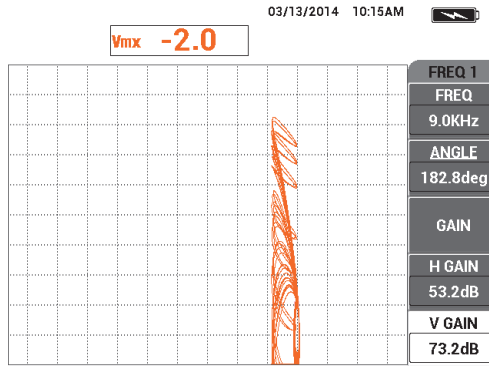

**Figura 5-127 Ajuste de valor do ganho vertical 2**
22. Mova a sonda sobre o sulco B e, em seguida, enquanto segura a sonda nesta posição, ajuste o **V GAIN 2** (tecla E) até o sinal da mistura se estender ascendentemente a partir do ponto nulo das 4 divisões verticais (veja Figura 5-127 na página 220).